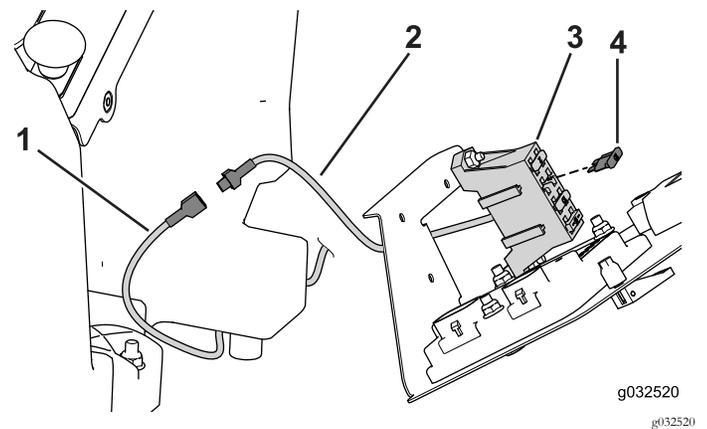

Figura 40
- Disponete il filo di alimentazione ausiliaria nel vano dei comandi dell'operatore (Figura 40).
- Collegate il filo di alimentazione ausiliaria a un filo inutilizzato proveniente dal portafusibili (Figura 40).
- Montate un fusibile (10 A) nella posizione del fusibile collegata al filo di alimentazione ausiliaria (Figura 40).